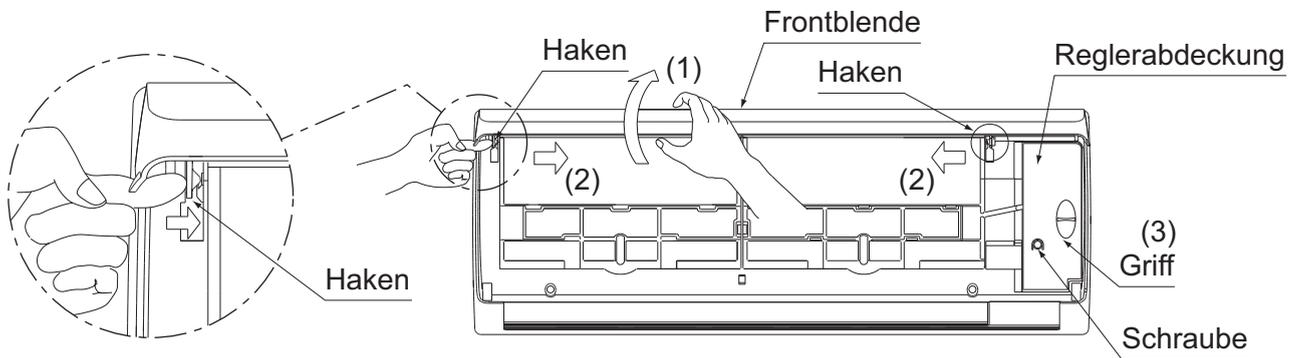

Abb. 7
## (2) Entfernen Sie die Frontplatte und die Schaltkastenabdeckung. (Siehe Abb. 7)